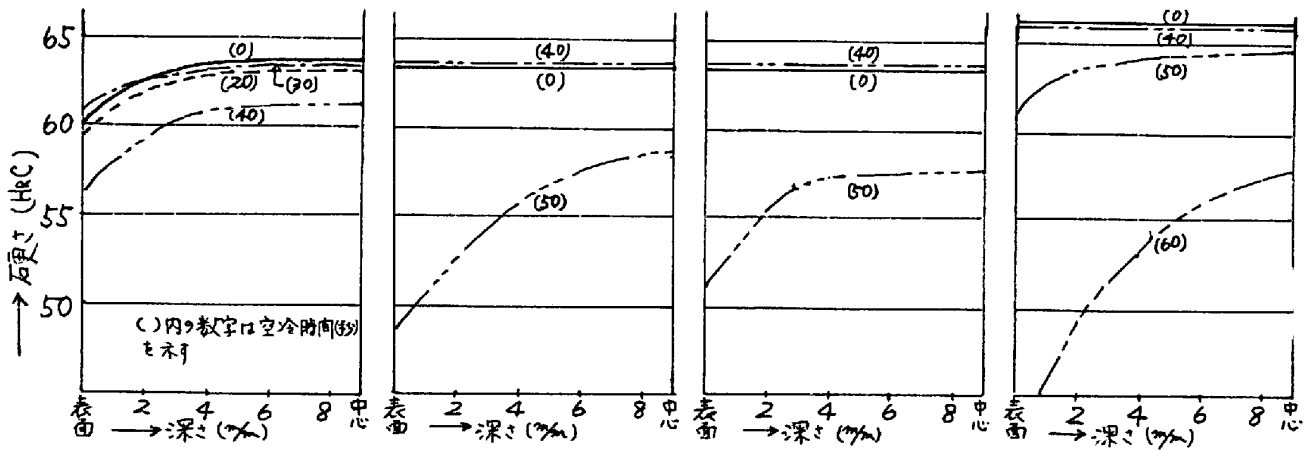
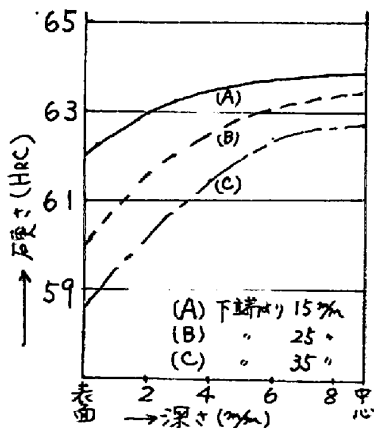
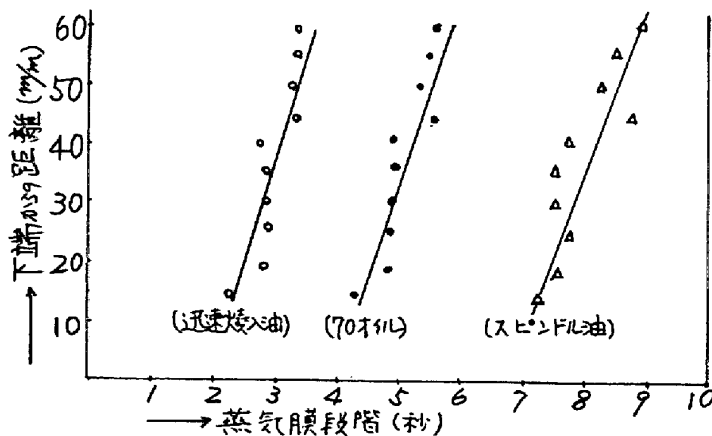

図1硬化現象(スピンドル油) 図2硬化現象(70オイル) 図3硬化現象(迅速焼入油) 図4硬化現象(塩水)
図5. 下端からの位置と硬化現象
図6. 下端からの位置と蒸気膜段階
3. 結果と考察 スピンドル油に焼入した場合は逆硬化現象が起り(図1)、他の冷却剤の場合でも、50秒空冷後に焼入すると逆硬化現象が起る(図2~4)。測定位置により硬化現象が異り、下端から15、25、35%と上方にゆくにつれ硬さが減少している(図5)。銀棒による冷却曲線でも、下端から上方にゆくにつれて、蒸気膜段階が長くなっていることが解つた(図6)。逆硬化現象は冷却途中に冷